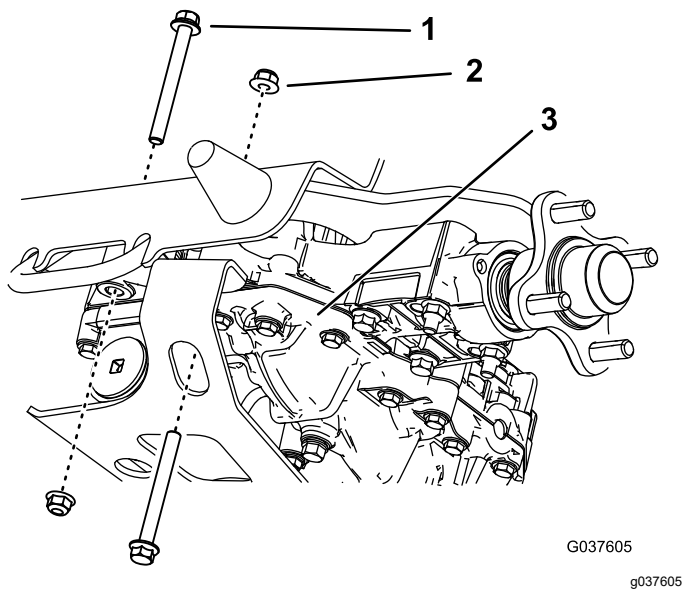

図 9
5. 右側右トランスアクスから、リアボルト2本とナット2個を外す図 9。ナットは捨てないこと。